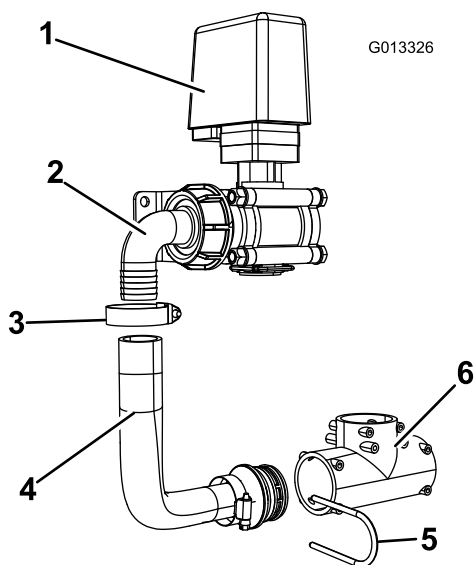

Figure 22
6. Desserrez le collier qui fixe le flexible d'agitation au raccord à 90 degrés sur la vanne d'agitation et déposez le flexible. Retirez l'étrier qui fixe l'autre extrémité du flexible au raccord en T. Mettez le flexible d'agitation au rebut. Conservez le collier de flexible et l'étrier de fixation (Figure 22).